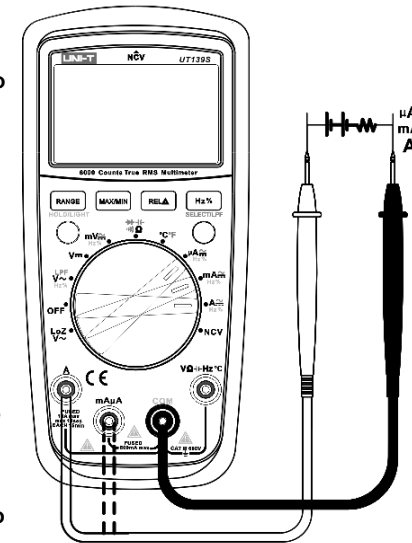

Figura 9
8. Medição de corrente AC/DC (veja a figura 9)